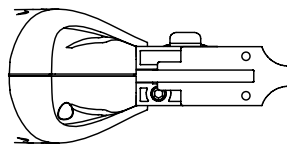

Fig. 8 – Desmontaje del cabezal
2. Retire los tornillos de retención del cabezal, Fig. 8 – paso 1.
3. Retire la placa de retención del mecanismo de seguridad, Fig. 8 – paso 2.
4. Retire la placa de retención del clavo de disparo, Fig. 8 – paso 3.